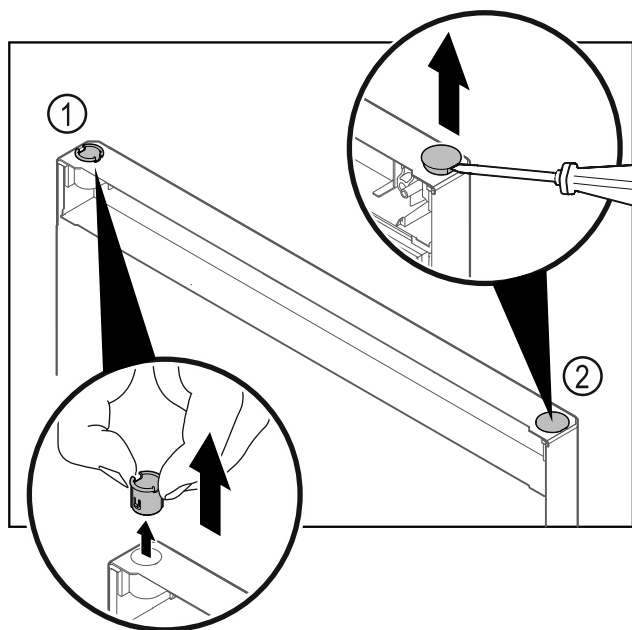

Fig. 35 Врата на фризерната част
- Изтеглете с пръсти втулката на пантата Fig. 35 (1).
- С плоска отвертка внимателно повдигнете покриващата тапа Fig. 35 (2) и я извадете.